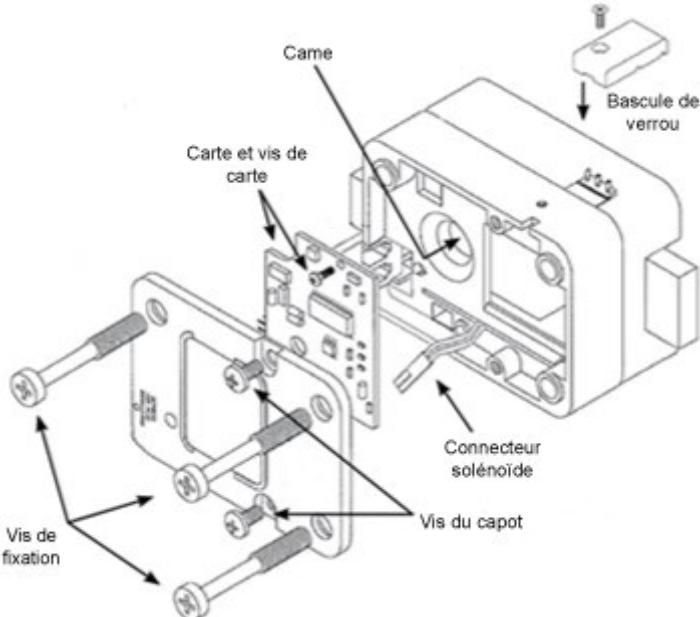
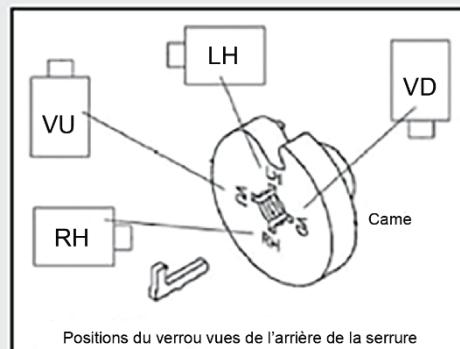

Figure 10
Figure 11
8. Retirez les deux vis du capot arrière de l'assemblage de la serrure et retirez le capot arrière de la serrure (Figure 10).
9. Débranchez avec précaution le connecteur solénoïde de la carte système. (Le cas échéant, débranchez le connecteur de la bascule de verrou de la carte système.) (Figure 10)
10. Retirez la vis de la carte système, puis retirez délicatement la carte système du boîtier (Figure 10).
13. Faites ensuite pivoter (dans le sens inverse des aiguilles d'une montre) d'au moins 1/2 tour jusqu'à ce que la rainure de la tige soit alignée avec la position de la cannelure. La bonne position de la cannelure pour l'installation indiquée dans Figure 10 est RH (pour une porte « côté droit »). Pour toutes les positions de montage, reportez-vous au **Graphique des positions de la clavette** (Figure 11).